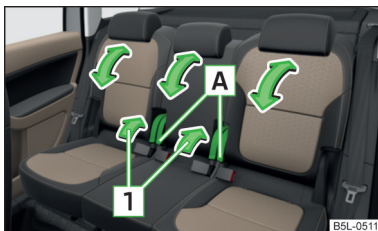

Fig. 49
- Tire de la palanca [A], situada en el área inferior, en el sentido de la flecha [1] » fig. 49 y ajuste la inclinación deseada del respaldo en el sentido de la flecha.
- Tire de la palanca **A** » fig. 49 de la página 73 y abatir los respaldos de los asientos traseros exteriores hasta el tope sobre la banqueta.
- Abata hacia adelante el respaldo central trasero de la misma forma, tirando una vez más de la palanca **A** » fig. 49 de la página 73 y presione el respaldo hacia abajo hasta que encaje de forma audible en una posición más baja.